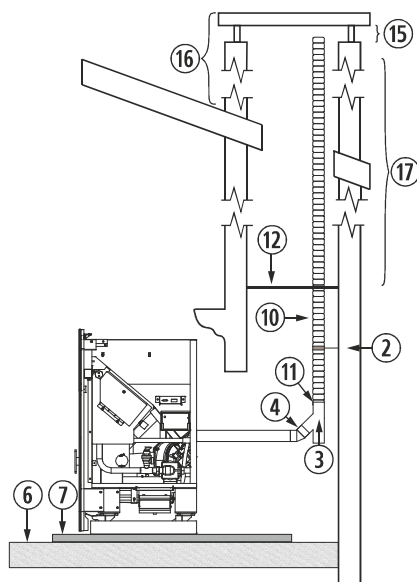

Figura 7
4.26. L'installazione di una stufa ad incasso in un caminetto può essere realizzata in completa totalità in un tubo flessibile, così come è indicato nella figura 7. Dobbiamo prestare speciale attenzione al momento di realizzare l'isolamento tra il caminetto e il tubo di fuoriuscita di gas per evitare possibili arretramenti di gas in caso di tormenta.
②	Collare di fissaggio in acciaio inox.
③	Giunto a "T" a 135° con filtro.
④	Curva a 45°.
⑥	Pavimento in legno.
⑦	Protezione non infiammabile.
⑩	Tubo in acciaio inossidabile flessibile.
⑪	Manicotto d'unione tra flessibile e rigido.
⑫	Isolante anti -arretramento.
⑮	Minimo 200mm.
⑯	Deve superare di 1 metro il tetto.